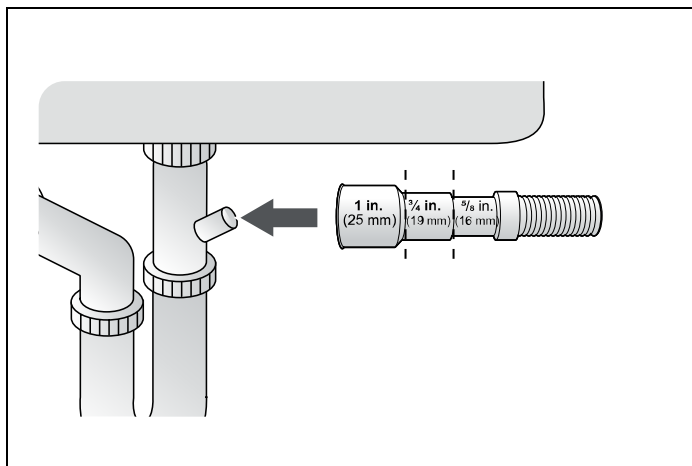

Fig. 16
3) Vérifiez la taille du raccord du tuyau de vidange de l'évier. Si nécessaire, coupez le tuyau de vidange de manière à ce que son extrémité s'adapte au connecteur de l'évier (5/8", 3/4" ou 1" - comme illustré dans la Fig. 16). Si l'extrémité du tuyau de vidange ne s'adapte pas au raccord du tuyau de vidange de l'évier, procurez-vous un adaptateur auprès d'un magasin de plomberie ou de quincaillerie.